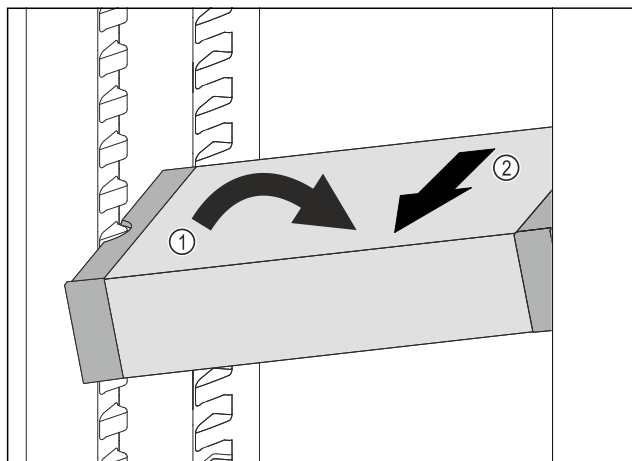

Fig. 129
- ▶ VarioSafe ustawić w chłodziarce pod skosem. Fig. 129 (1)
- ▶ VarioSafe wyjąć do przodu. Fig. 129 (2)